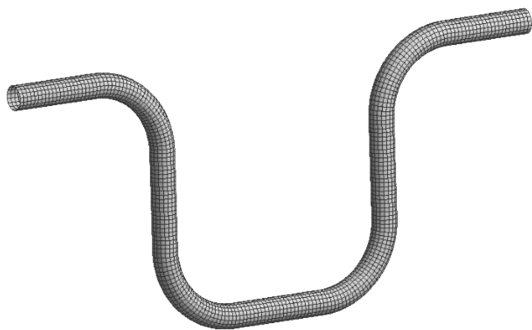

图 7-26 划分网格
(1) 在导航树里单击【Mesh】→【Details of “Mesh”】→【Element Midside Nodes】= Kept；【Sizing】→【Size Function】= Curvature，其他均默认。
(2) 在标准工具栏中单击 ，选择管 18 个表面，右键单击导航树里【Mesh】→【Insert】→【Sizing】，【Face Sizing】→【Details of “Face Sizing” – Sizing】→【Definition】→【Element Size】= 10mm；【Advanced】→【Size Function】= Curvature，其他默认。
(3) 在标准工具栏中单击 ，选择管 18 个表面，右键单击导航树里【Mesh】→【Insert】→【Face Meshing】，其他默认。
(4) 生成网格：右键单击【Mesh】→【Generate Mesh】，图形区域显示程序生成的网格模型，如图 7-26 所示。